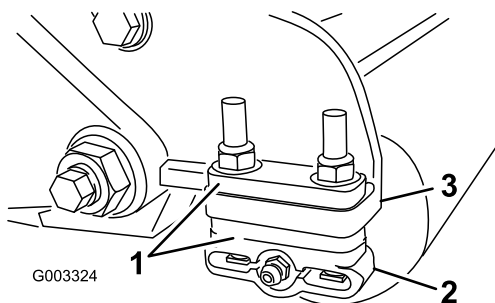

Рисунок 12
- Отрегулируйте кронштейны заднего валика (Рисунок 12) на необходимый диапазон высоты скашивания путем установки необходимого количества проставок под монтажный фланец боковой пластины (Рисунок 12) в соответствии с таблицей высоты скашивания.